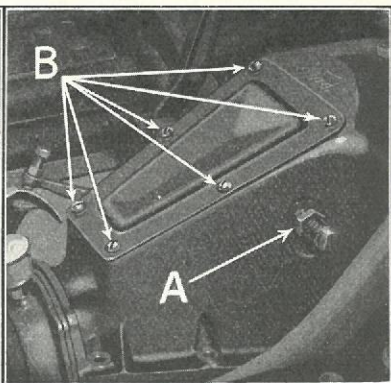

Fig. 299
- 511** Løs Transmissionsbaands-Reguleringskruen (Fig. 299-A).
- 527 Transmissionsdækselpladen og Pakningen kan derefter lægges paa, og de seks Skruer, som holder dem, sættes i (Fig. 299-B).
- 535** Ved Aftagning af den nye Type Baand fjernes Transmissionsdækselpladen (Fig. 299-B). Tag Møtrikker og Fjederskiver af Enderne paa Pedalakslen. Skru Lavtgearskruen ud og borttag Fjedrene.